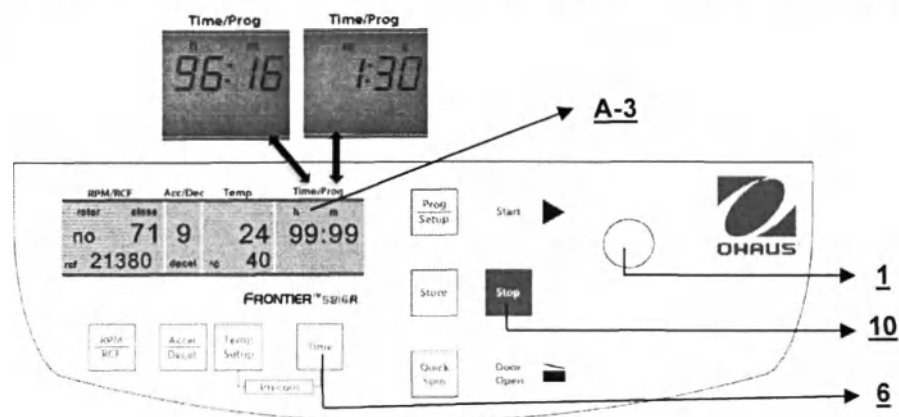

Рис. 17
3. Режим непрерывной работы **«cont»**, который может быть прерван нажатием кнопки **«Stop»** (10) (см. рис. 17).
На дисплее всегда отображается оставшееся время центрифугирования (см. рис. 17).